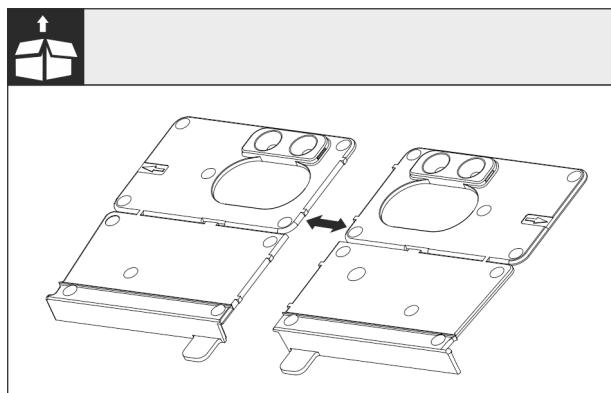

Fig. 24
- Montagewinkel Boden Fig. 24 0 an der Perforierung trennen.